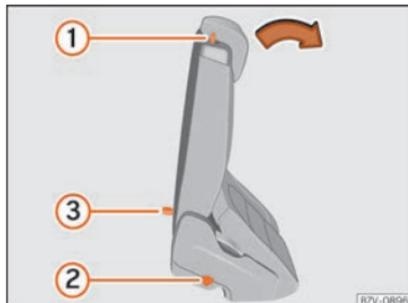

Fig. 162 Seconde rangée de sièges : commandes de l'aide à l'accès.
- Retirez les éventuels objets se trouvant sur le plancher de la seconde rangée de sièges » ①.
- Poussez le levier » fig. 162 ① vers l'avant et rabattez le dossier du siège arrière. Ce siège se rabat complètement vers l'avant » ① et il est également possible de le déplacer plus vers l'avant.
- Entrer dans le véhicule et en sortir prudemment » ①.
- Relevez le dossier du siège arrière en position verticale. L'ensemble du siège se redresse vers l'arrière » ①.
- Le siège arrière doit être correctement encastré pour que les ceintures de sécurité des places arrière puissent assurer leur fonction protectrice. Le marquage rouge » fig. 162 ② ne doit pas être visible » ① au chapitre Rabattre les sièges arrière comme plancher de chargement à la page 173. »
Si le levier » fig. 162 ① ne fonctionne pas, par exemple, après un accident, il est possible de rabattre vers l'avant les sièges de la deuxième rangée depuis la troisième, afin de faciliter la sortie depuis cette dernière » △.
• Tirez la poignée » fig. 162 ③ vers l'arrière et rabattez le dossier du siège arrière. La banquette complète se rabat vers l'avant » △.
- Un marquage rouge sur le côté du siège » fig. 162 ② prévient que le dossier n'est pas encastrent. Lorsque le dossier s'encastre correctement, le marquage est invisible.